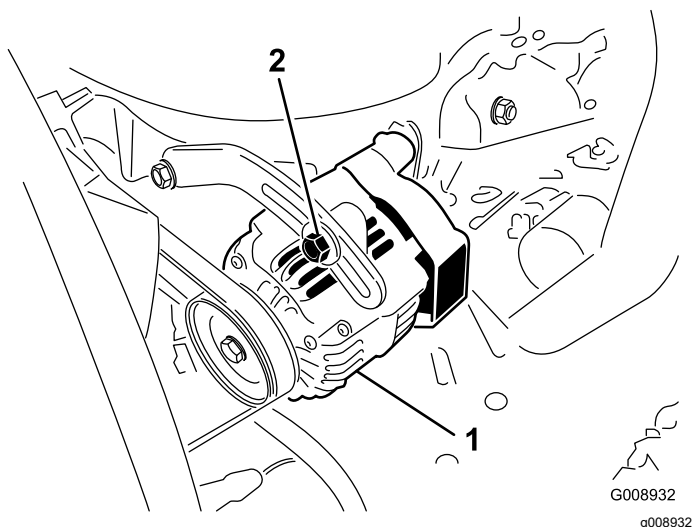

图 73
每操作 100 个小时后检查皮带的状况和张紧力 (图 73)。
2. 如果下压不是 10mm请松开发电机固定螺栓 (图 73)。增大或减小发电机皮带张紧力然后拧紧螺栓。再次检查皮带的下压确保张紧力正确无误。